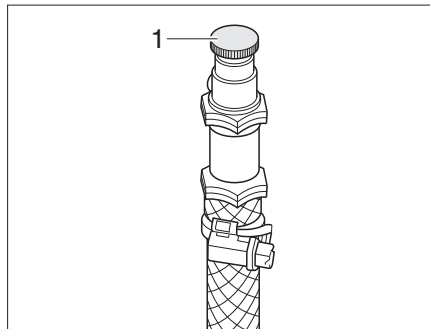

Fig. 364 Soupape de purge pour le chauffage à eau chaude
- Ouvrir la soupape de purge (Fig. 364,1) et la laisser ouverte, jusqu'à ce l'air soit complètement évacué du circuit.